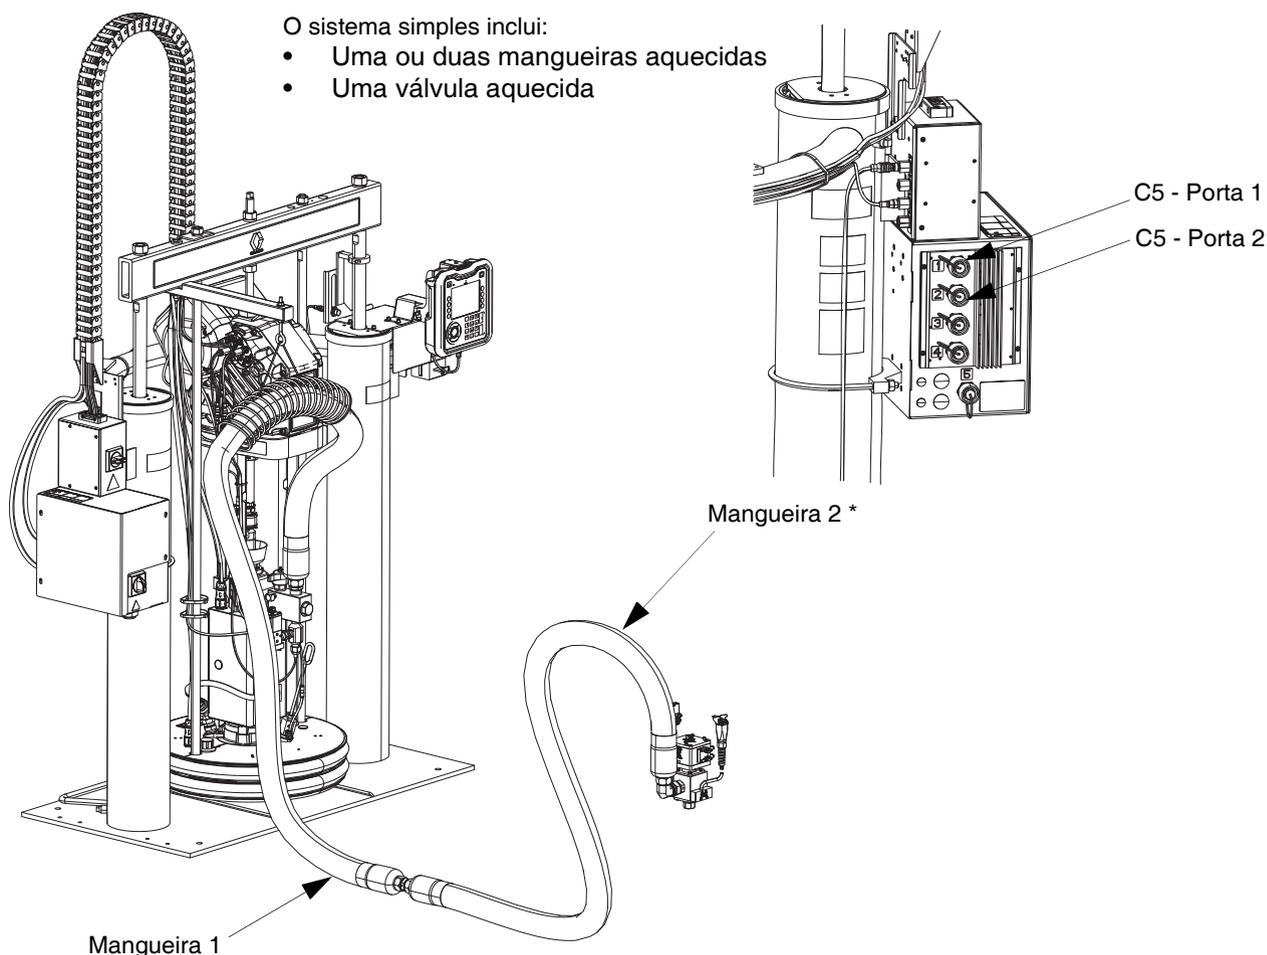

FIG. 25
- Válvula aquecida - Ligações elétricas quadradas da mangueira 2 à válvula axial de distribuição (B), Consulte a FIG. 25.